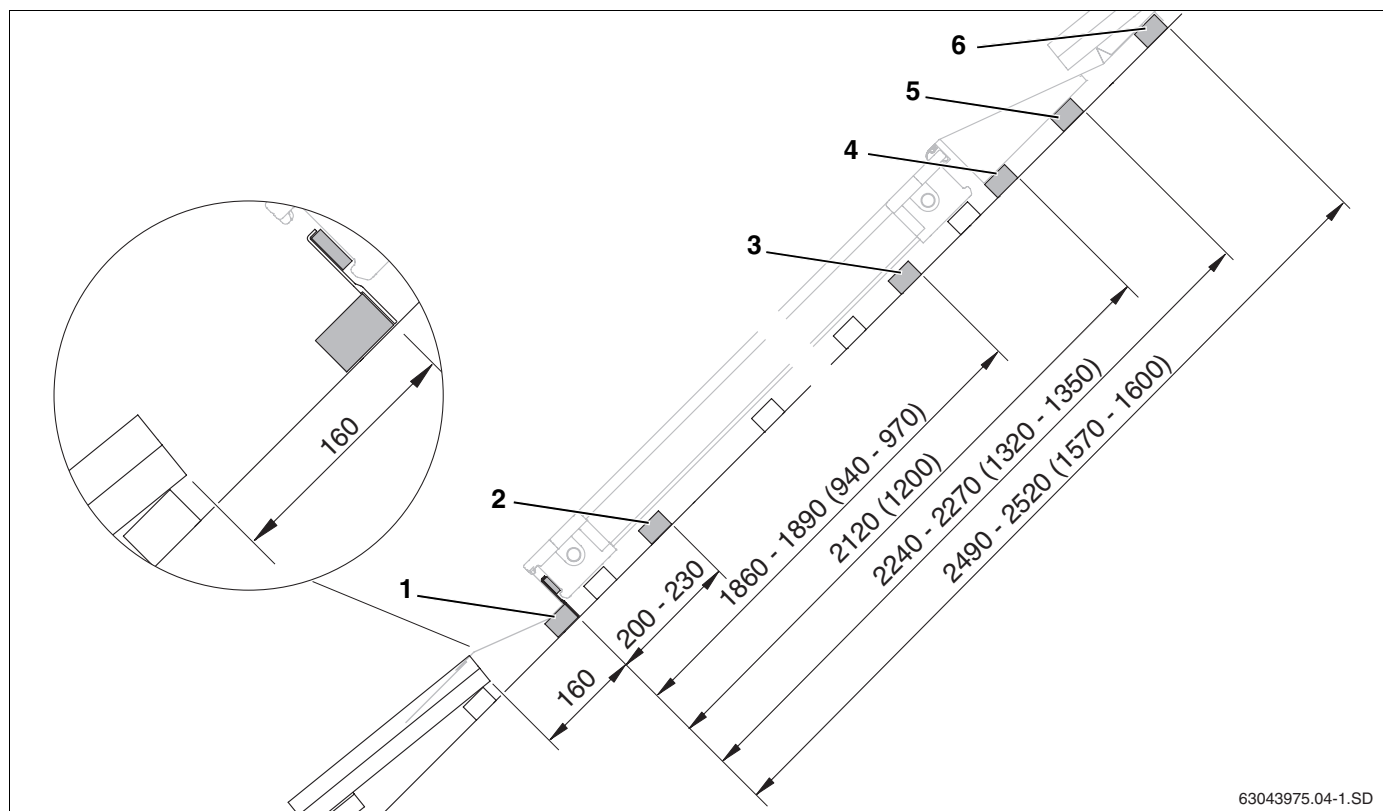

Fig. 14 Distâncias das ripas de telhado adicionais no caso da montagem de uma fila (medidas em mm, valores entre parêntesis = tipo horizontal)
- ▶ Aplicar a primeira ripa de telhado com as protecções contra deslizamento (fig. 14, **item 1**).
- ▶ Aplicar a segunda ripa de telhado em baixo, para os grampos de fixação lateral (fig. 14, **item 2**).
- ▶ Aplicar a terceira ripa de telhado em cima, para os grampos de fixação lateral (fig. 14, **item 3**).
- ▶ Aplicar a quarta ripa de telhado para apoiar a cunha em esferovite das chapas de cobertura superiores (fig. 14, **item 4**).
- ▶ Aplicar a quinta ripa de telhado para apoiar as chapas de cobertura superiores (fig. 14, **item 5**).
- ▶ Aplicar a sexta ripa de telhado para apoiar e fixar as chapas de cobertura superiores (fig. 14, **item 6**).
No caso da montagem de filas múltiplas, as ripas de telhado da primeira fila devem ser colocadas como no caso da montagem de uma fila (fig. 14). As 5ª e 6ª ripas são suprimidas na fila de baixo.